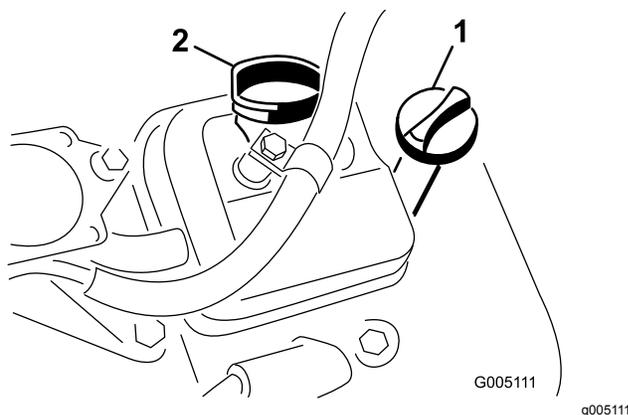

Рисунок 26
3. Вставьте и заверните масломерный щуп в трубку для щупа (Рисунок 26).